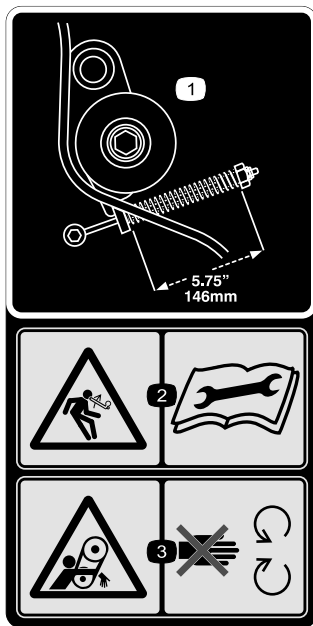

Bild 33
1. Drücken Sie die Spannscheibenfeder auf eine Länge von 146 mm zusammen, um zu prüfen, ob die Riemenspannung richtig ist (Bild 33).